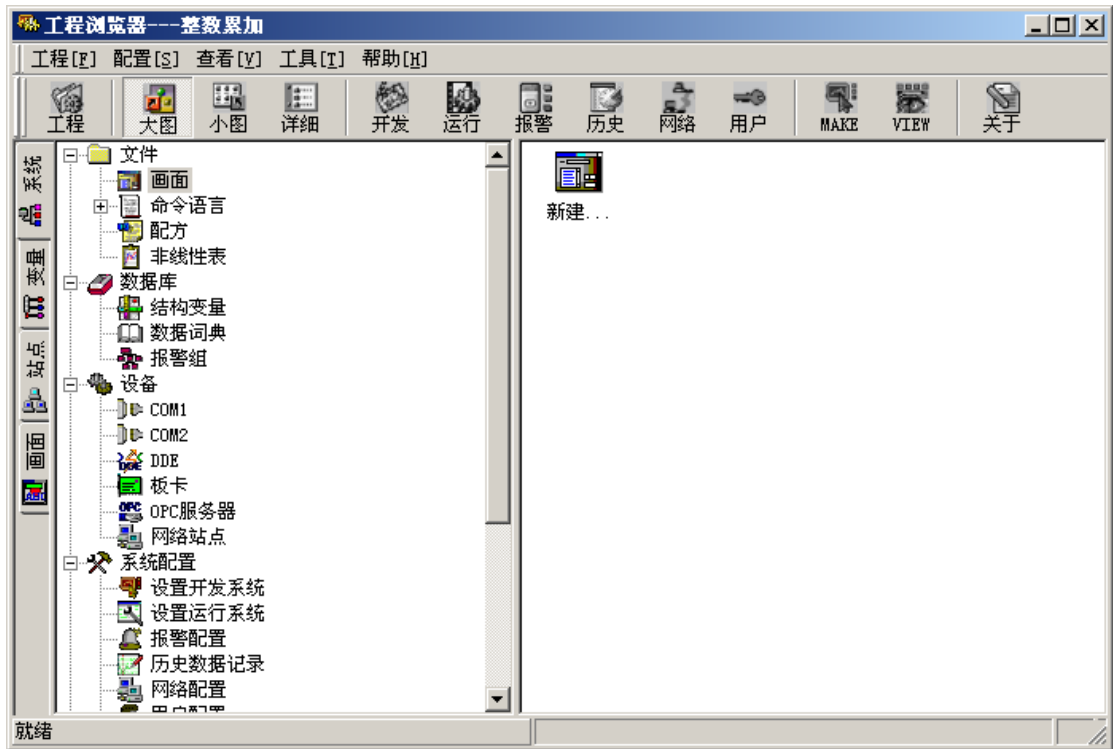

图 2-6 工程浏览器
(6) 双击新建的工程名，出现演示方式“提示”对话框，单击“确认”按钮，进入工程浏览器对话框，如图 2-6 所示。